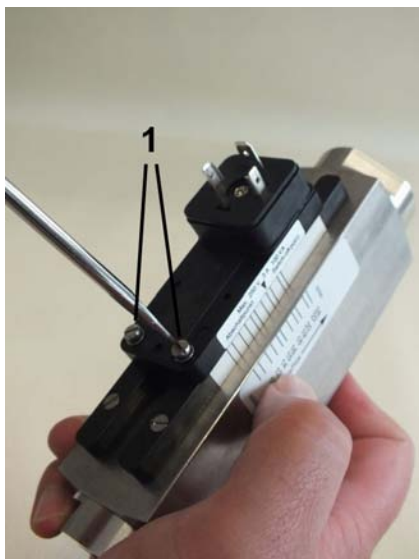

Abb. 53: Feststellschrauben lösen
3. ➤ Feststellschrauben (Abb. 53/1) des Schaltkontaktes mit einem Schlitzschraubendreher so weit lösen, dass er sich frei verschieben lässt
11. ➤ Feststellschrauben (Abb. 53/1) wieder festdrehen, dabei Anziehdrehmoment einhalten (☞ Kapitel 11.1 „Anziehdrehmomente“ auf Seite 79)